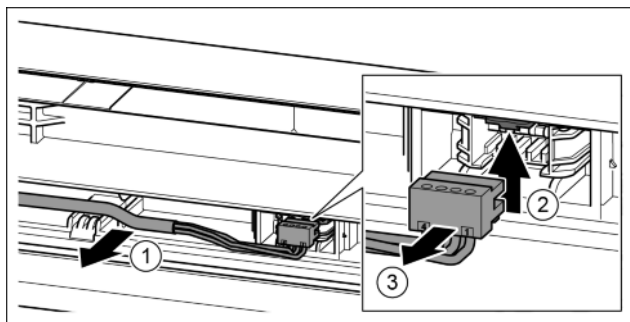

Fig. 19
- Facendo attenzione staccare il cavo grigio dalla guida nella porta. Fig. 19 (1)
- Spingere la linguetta verso l'alto. Fig. 19 (2)
- Estrarre con attenzione la spina. Fig. 19 (3)